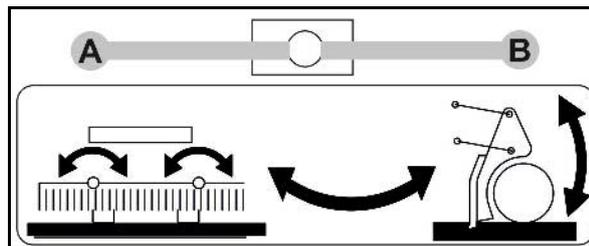

Fig. 90
2. Absperrhahn Striegelhöhe (Fig. 90/1) öffnen (B).